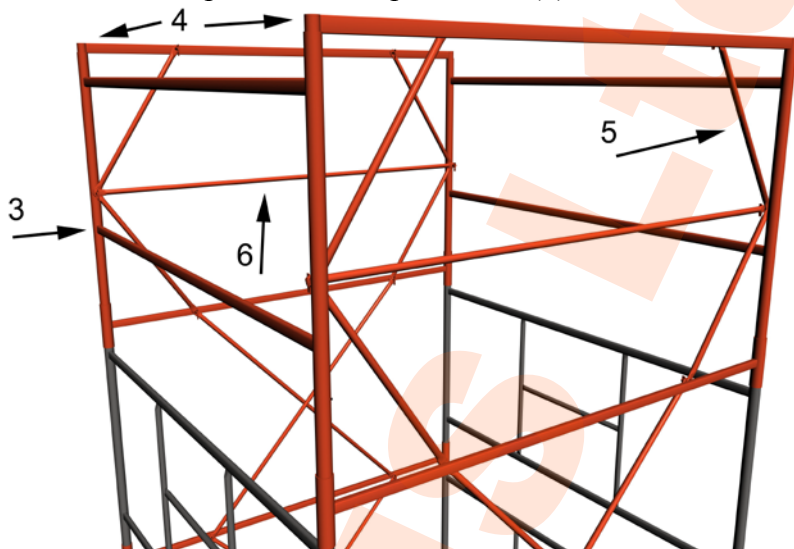

Рис.3
4.2. Сборка ограждения и установка настилов (Рис. 3,4).